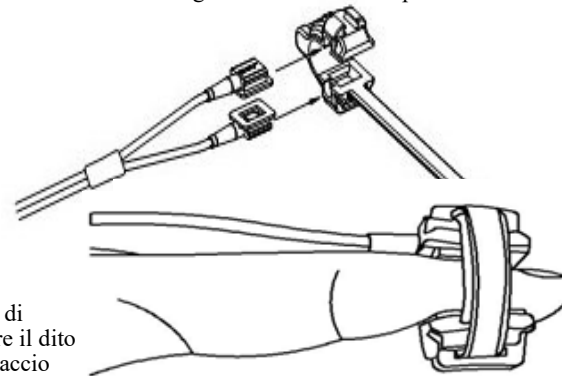

Figura 4(A) sensore di tipo Y su un dito
4. Il sensore universale di tipo Y con involucro in gomma SpO₂, può essere avvolto attorno a un dito o attorno alla pianta del piede (specialmente per i neonati). Questo sensore viene mostrato nella figura 2 nel suo stato aperto, l'involucro in gomma può essere rimosso dal sensore di tipo Y per la pulizia, il fissaggio della parte avvolgente può essere adeguato per l'allineamento del sensore e un'aderenza adeguata. Posizionare il sensore di tipo Y nella posizione di seduta sull'allaccio della parte avvolgente prima di avvolgerlo attorno a un dito o a una pianta del piede. Quando viene utilizzato sulle dita, posizionare il dito dentro l'involucro in modo da farlo trovare tra le due parti del sensore di tipo Y, poi avvolgere l'allaccio della parte avvolgente attorno al sensore come mostrato nella figura 4(A). Quando viene utilizzato con la pianta del piede, posizionare la pianta all'interno dell'involucro e poi arrotolarlo attorno al piede, stringere la stringa di gomma con una forza adeguata come mostrato nella figura 4(B), si raccomanda vivamente di usare delle garze autoadesive per fissare il cavo del sensore vicino al luogo di misurazione, così che il movimento relativo tra il sensore e la parte che deve essere misurata può essere evitato per aumentare la qualità del segnale.